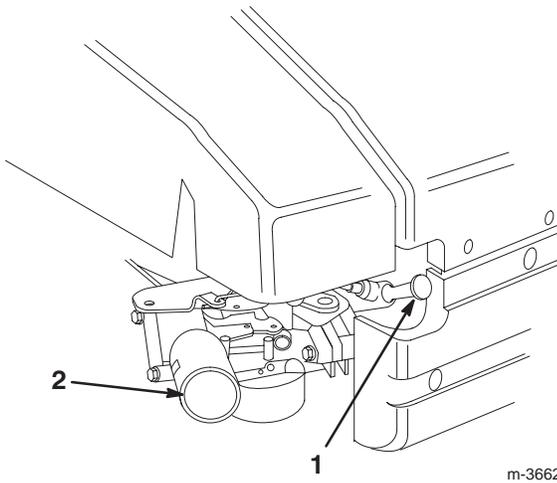

Abbildung 11
- Das Kabel wieder an der Zündkerze anschließen (Abb. 11).
- Die Kaltstarthilfe dreimal drücken und nach jeder Betätigung zwei Sekunden warten (Abb. 11).